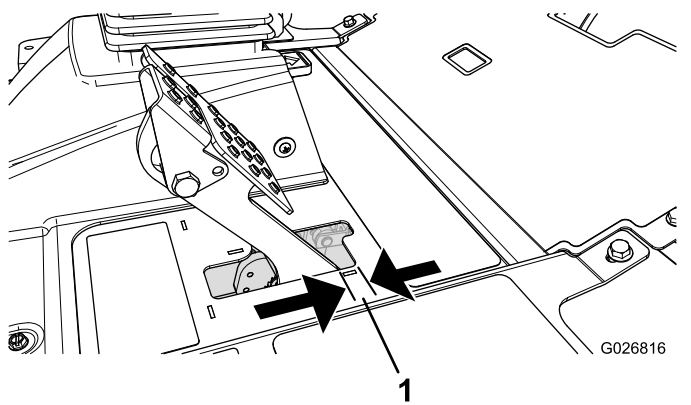

Рисунок 112
4. Слегка нажмите педаль тормоза и измерьте расстояние перемещения педали без сопротивления (Рисунок 112).
Примечание: Отрегулируйте тормоза, если свободный ход (Рисунок 112) педали тормоза превышает 2,5 см или требуется большее усилие нажатия стояночного тормоза для торможения.
6. Затяните задние гайки, чтобы переместить трос назад так, чтобы свободный ход педалей тормоза составил от 6 до 13 мм (Рисунок 112) до момента фиксации колес стояночным тормозом.